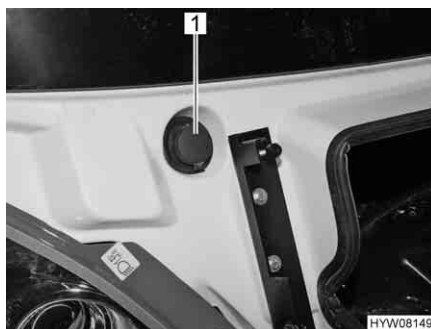

Fig. 37 Bocchettone di riempimento del contenitore dell'acqua di lavaggio
- Rimuovere il coperchio (Fig. 37, 1) del bocchettone di riempimento del contenitore dell'acqua di lavaggio.